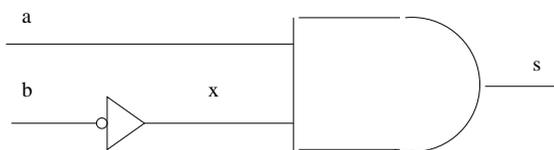

FIGURE 9.2 – Circuit non asynchrone
**Exemple.**- Considérons le circuit combinatoire de la figure 9.2, formé d'un inverseur et d'une porte AND.